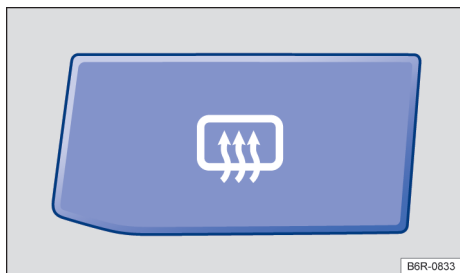

Fig. 75 No console central: botão do desembaçador do vidro traseiro.
- Pressionar o botão → Fig. 75 para ligar o desembaçador do vidro traseiro.